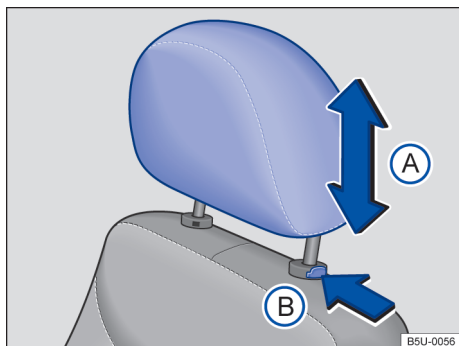

Fig. 61 Apoio para cabeça dianteiro: desinstalar.
- Pressionar o botão → Fig. 61  no sentido da seta. Retirar o apoio para cabeça com a tecla pressionada.
- Empurrar o apoio para a cabeça totalmente para baixo com o botão → Fig. 61  pressionado.